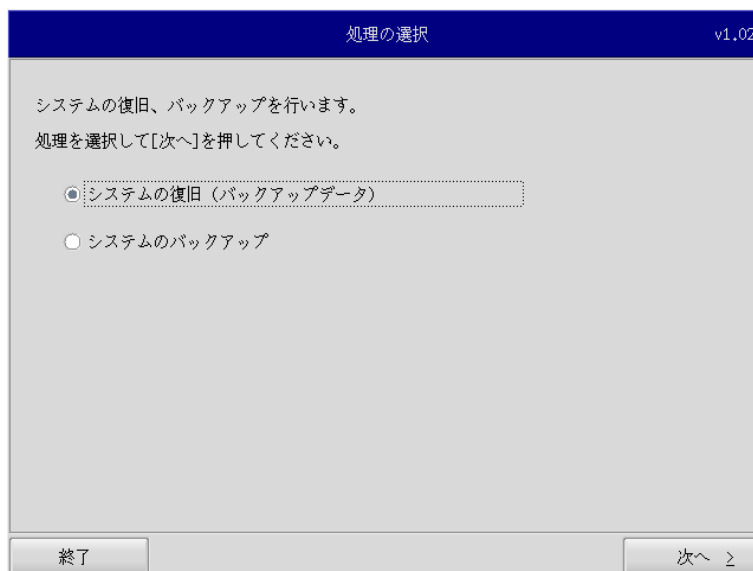

図 6-1-5. リカバリメイン画面
- ⑫ 再起動し、正常にリカバリ DVD から起動すると図 6-1-5 のリカバリメイン画面が表示されます。